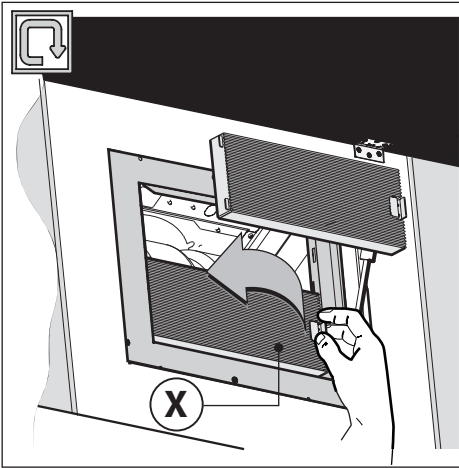

Fig.9
-Ta de aktiva kolfiltren och montera dem i monteringsramen, enl. fig. 9 or 10.